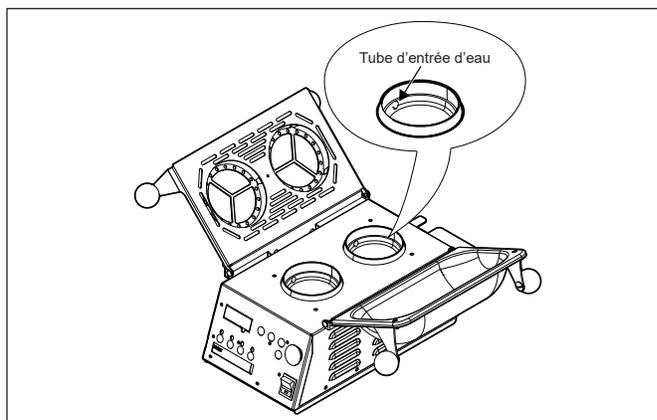

Figure 7. Tuyau d'entrée d'eau
1. Avec l'appareil froid, insérez un trombone dans l'ouverture du tuyau d'arrivée d'eau sur une profondeur de pas plus de 3,81 cm (1 1 / 2 pouces) (Figure 7).